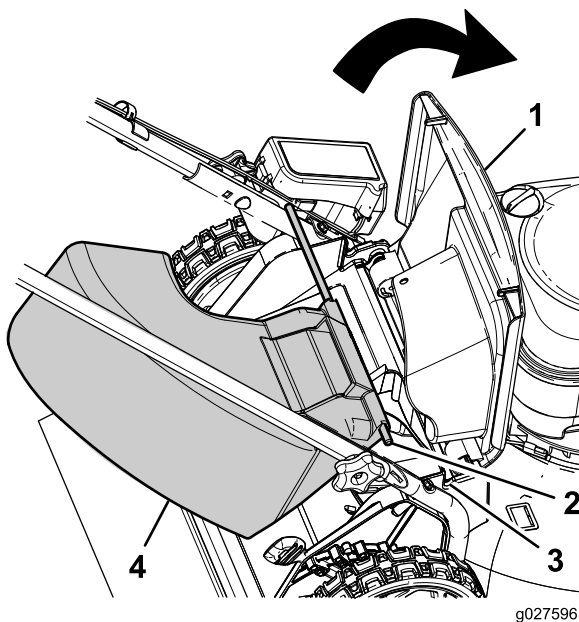

Bild 20
1. Heben Sie das hintere Ablenkblech an (Bild 20).
2. Setzen Sie die Stangenenden des Seitenauswurfkanals in die Kerben an den Holmhalterungen (Bild 20).